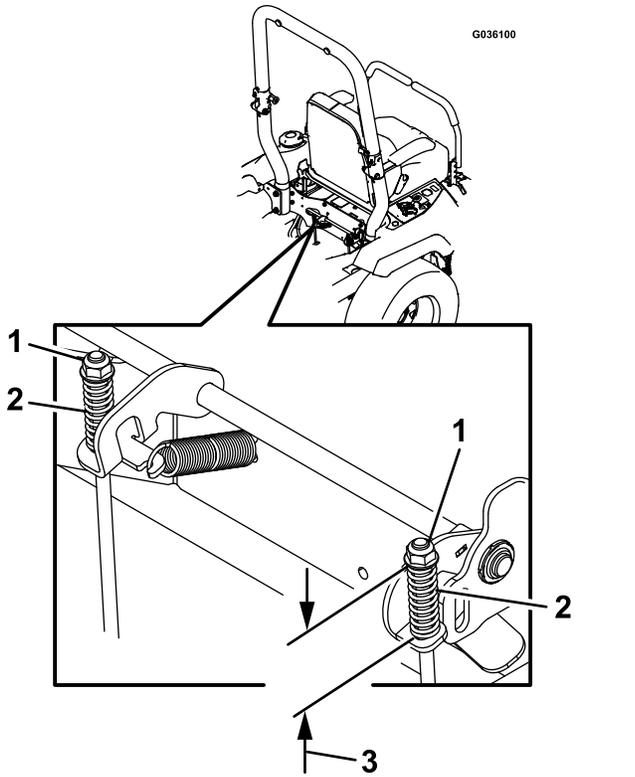

図 61
7. 図 61 に示すスプリングの長さを両方とも点検する。長さの調整が必要な場合には、上部のナットを使う。右回りで短くなり、左回りで長くなる。